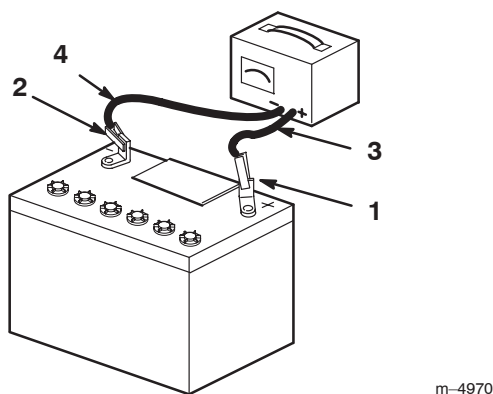

Figure 63
4. Quand la batterie est chargée au maximum, débranchez le chargeur de la prise, puis débranchez les fils du chargeur des bornes de la batterie (Fig. 63).